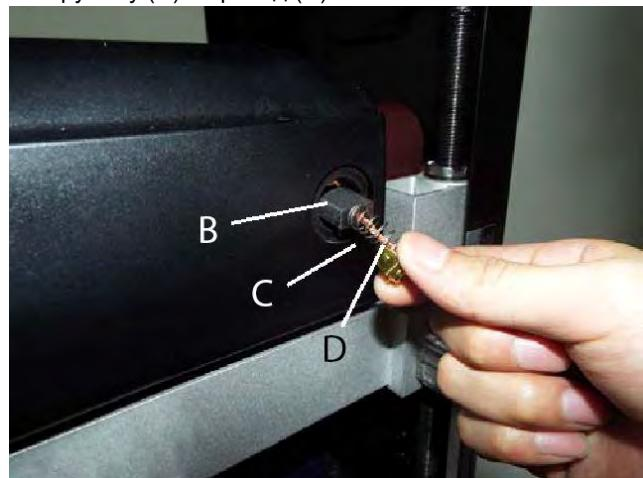

Рис. 15
- После снятия щетки осмотрите угольную часть (B), пружину (C) и провод (D). См. Рис. 15.